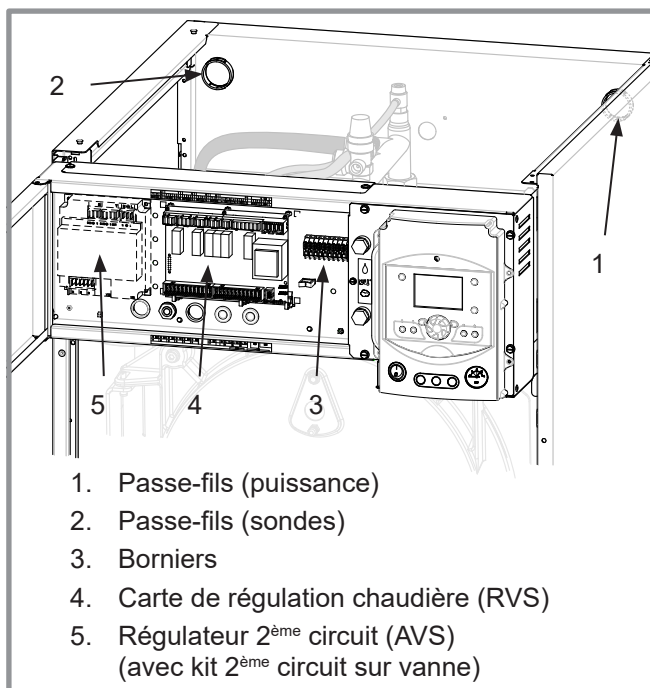

fig. 26 - Accès au coffret électrique et descriptif
- Séparer les câbles fort et faible courant afin d'éviter des perturbations.(rep. 1 et 2, fig. 26).